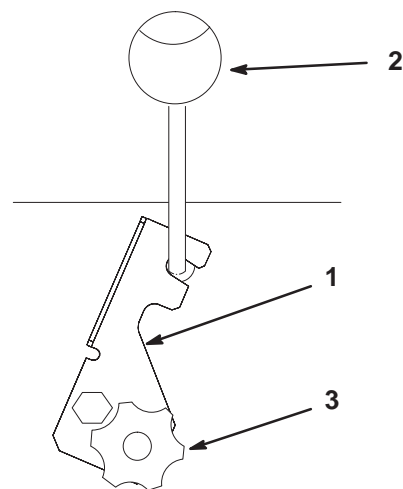

Figure 11
2. Desserrez le bouton du verrou. Ecartez le verrou en arrière et resserrez le bouton (Fig. 11).